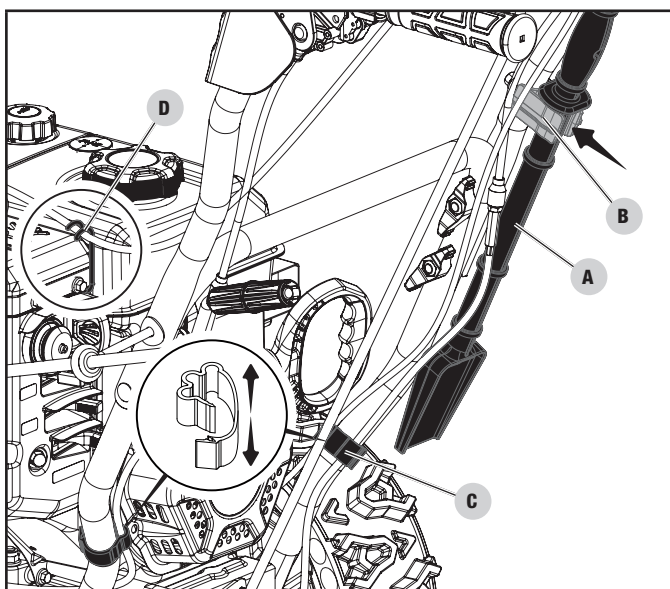

Figure 11
1. Fixez l'outil de nettoyage (A) dans l'agrafe (B) sur la poignée droite (fig. 11).
2. Fixez deux colliers (C) sur la poignée inférieure pour retenir les câbles provenant des leviers manuels et pour maintenir le câble d'alimentation de la poignée chauffante. Les colliers ont une forme d'emboîtement. Écartez les pinces dans le sens axial en formant une spirale afin de faire s'emboîter les éléments les uns dans les autres en partant du bord opposé (fig. 11).
3. Acheminez le câble de déflecteur de la goutte dans le support tire-bouchon (D) entre le réservoir de carburant et le silencieux (fig. 11).